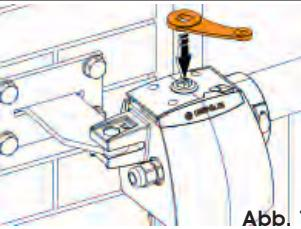

Abb. 1
2. Den Betätigungschlüssel in die entsprechende Aufnahme am oberen Teil des Antriebs einstecken (Abb. 1).